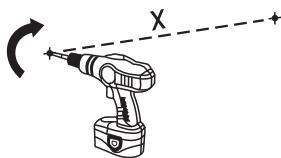
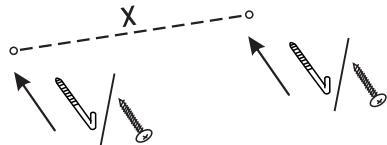
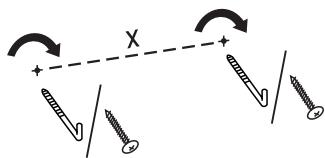

Рис. 1.3
Рис. 1.4
Рис. 1.5
3. Просверлите отверстия в стене под дюбели, которые поставляются в монтажном комплекте (Рис. 1.3). **ВНИМАНИЕ! Монтажный комплект предназначен для твердых оснований (бетон, силикатный/керамический полнотелый кирпич). В случае иного материала стен, клиенту необходимо заменить монтажный комплект на соответствующий вид крепежа.** Вставьте в отверстия дюбели и вкрутите крепежные элементы (Рис. 1.4 и Рис. 1.5).